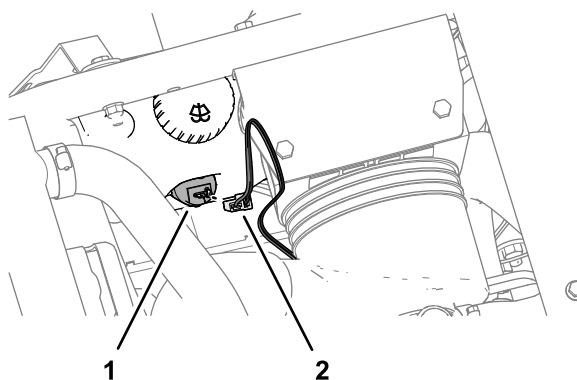
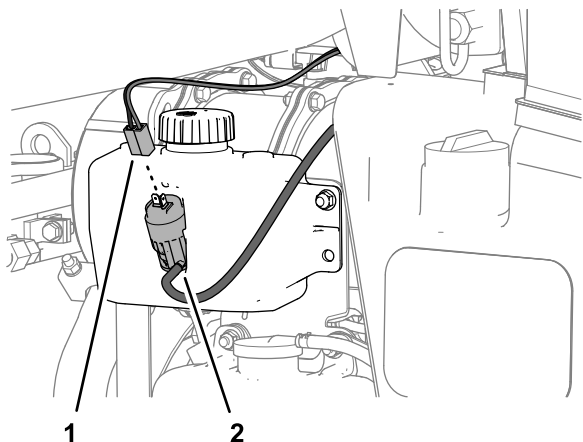

Figure 10
Figure 11
5. Acheminez la branche du faisceau dotée d'un fil noir, d'un fil bleu et d'un connecteur à 2 douilles vers la pompe du réservoir de liquide lave-glace (Figure 10 ou Figure 11).